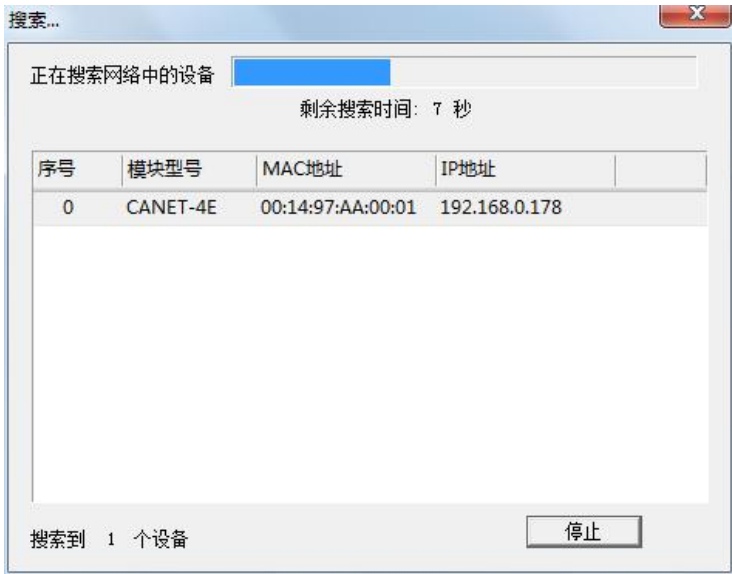

图 4.2 ZNetCom 软件搜索设备
5. 单击出现如图 4.2 所示界面，可以获知设备 IP 地址。